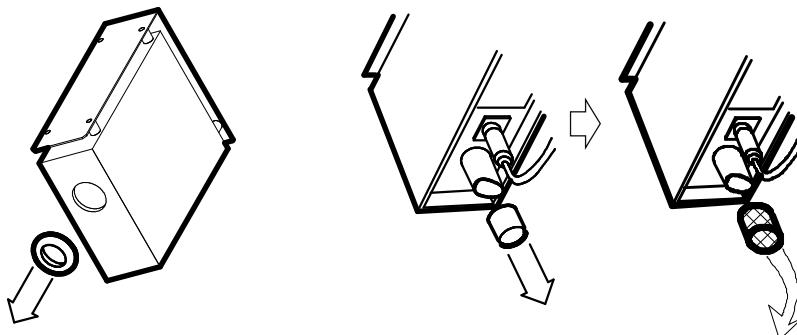

図11
- ① 測定部の投・受光部に取り付けてあるゴムキャップを外します。(図11)